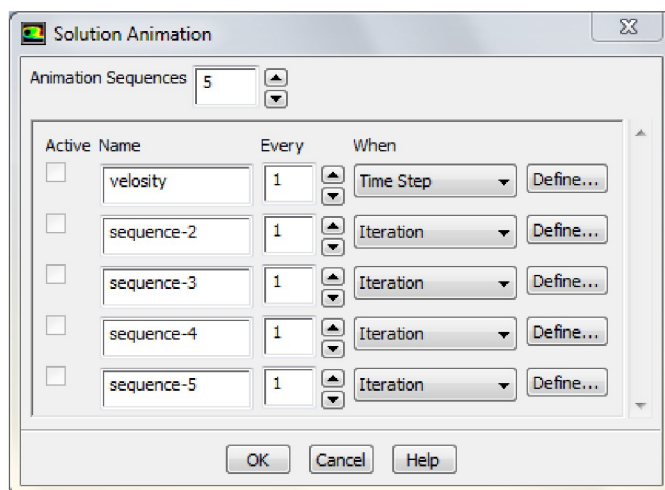

Рисунок 2.32 – Меню задания анимации (*Solution Animations*)
1. После этого следует произвести настройку процесса создания анимации. Данный процесс осуществляется следующим образом (рисунок 2.32): *Solve* → *Calculation Activities...*